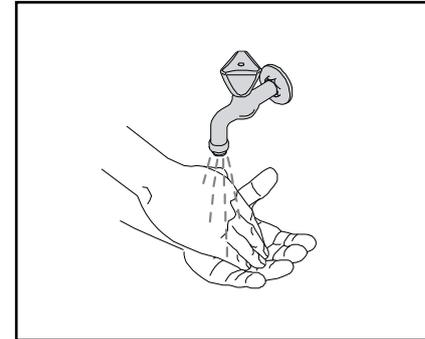

Abb. 3
1. Waschen Sie Ihre Hände bevor Sie die Produkt-Packung anfassen. (Abb. 3)